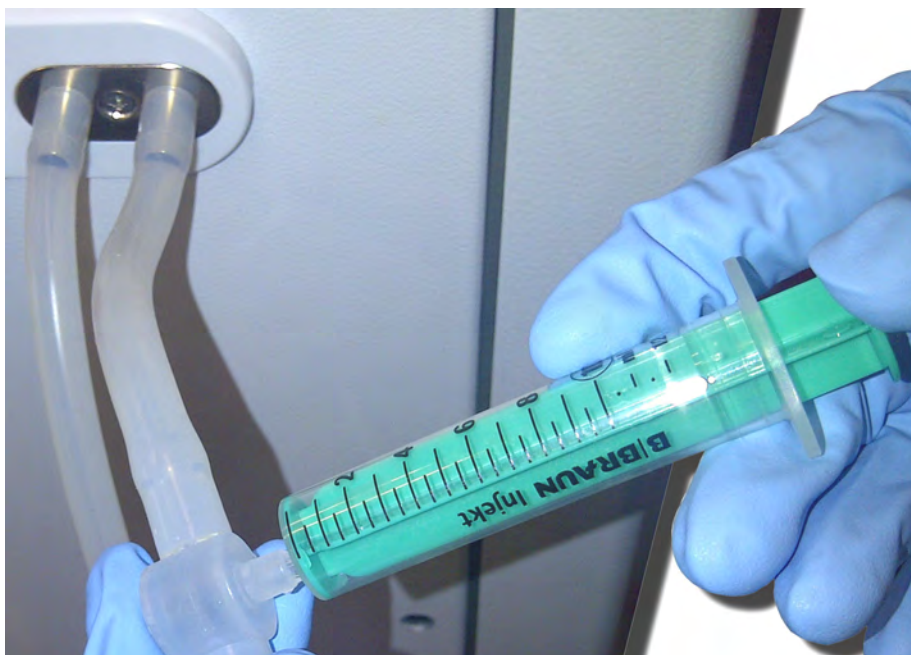

Рис. 5-26 Порт отбора проб
2. Установите порт отбора проб на магистрали диализного раствора (см. Рис. 5-26) в соответствии с прилагаемыми инструкциями по установке.